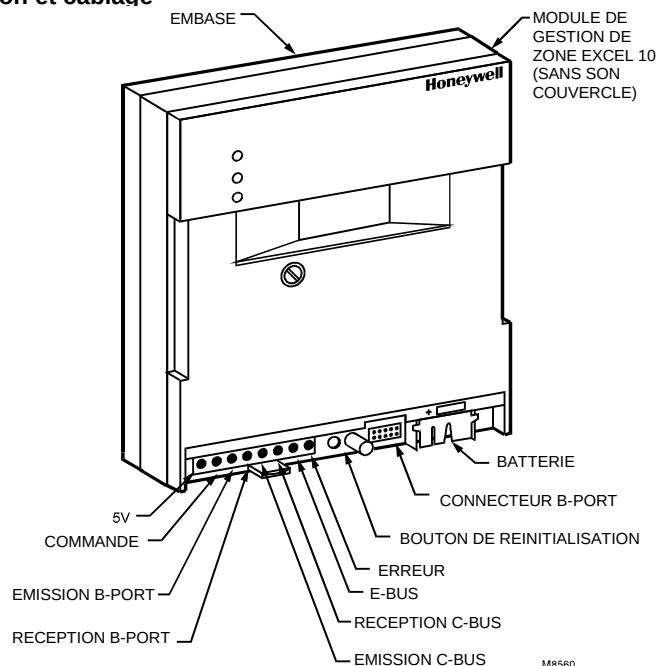

Fig. 3. Emplacement des voyants du module de gestion de zone Q7750A Excel 10.
- Ë Retirer le couvercle et vérifier l'état des voyants (Fig. 3 et tableau 1). Si le module de gestion de zone n'a pas encore été mis en service / téléchargé, les voyants d'état doivent être comme indiqué dans le tableau 1. (Voir Dépannage pour les autres états).
Si l'état n'est pas correct, appuyer sur le bouton de réinitialisation situé dans le petit trou en bas de la face avant du régulateur à l'aide d'un objet non métallique. Voir Fig. 3. Vérifier que l'état des voyants est correct avant de passer à la suite.